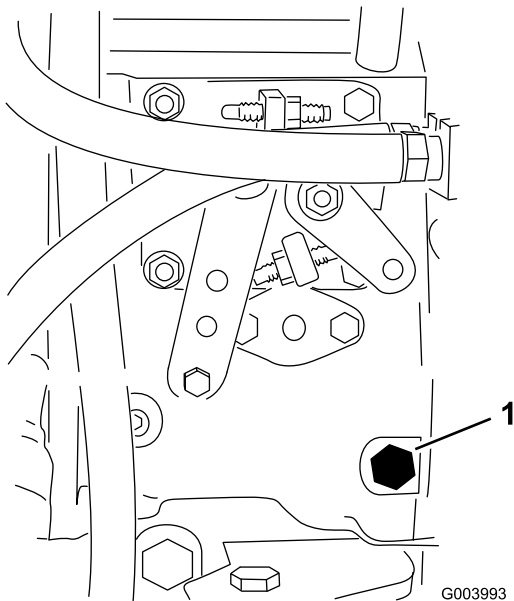

Figura 64
5. Abra el tornillo de purga de aire de la bomba de inyección de combustible (Figura 64) con una llave de 12 mm.